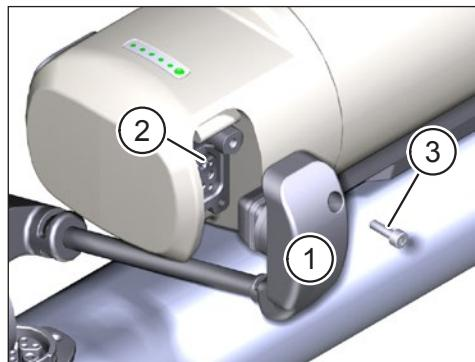

Fig. 7: Collegare il cavo di collegamento al Range Extender
- ▶ Collegate la spina (Pos. 1 in Fig. 7) del cavo di collegamento alla presa (Pos. 2 in Fig. 7) nel Range Extender.
- ▶ Fissate il connettore al Range Extender con la vite a brugola M3 x 8 (Pos. 3 in Fig. 7) inclusa nella fornitura del cavo, con una coppia di 1 Nm.